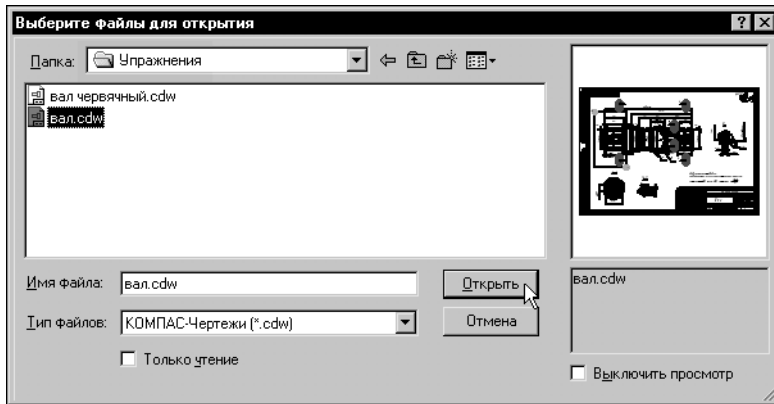

Рис. 2.1. Открытие файла документа
5. В этой папке откройте файл чертежа с именем *Вал.cdw* (рис. 2.1).